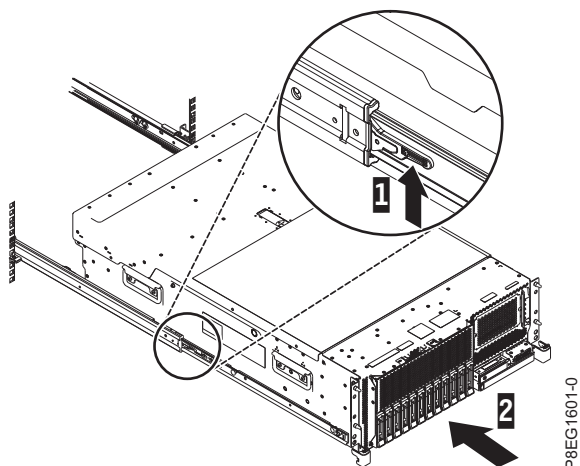

図8. リリース・ラッチとサーバー
3. スライド・レールにある青色のリリース・ラッチ (1) を引き上げ、サーバー (2) を所定の位置に収まるまでラックの中に押し込みます。詳しくは、図8 を参照してください。